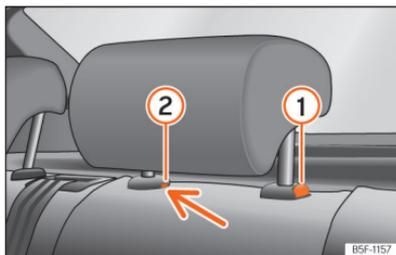

Abb. 97 Kopfstütze hinten: Ausbau.
- Drücken Sie die Taste »» (Abb. 97) ① sowie gleichzeitig mit einem Schlitzschraubendreher (Breite max. 5 mm) in die Öffnung der Verriegelung ② und ziehen Sie die Kopfstütze heraus.